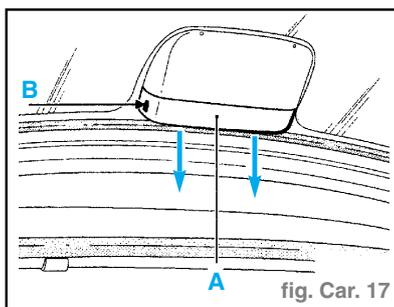

fig. Car. 17
- Hayon levé, déclipser le couvercle (A) en appuyant sur les deux pattes (B) puis le dégager en le faisant coulisser dans le sens des flèches ci-dessous. (fig. Car. 17)